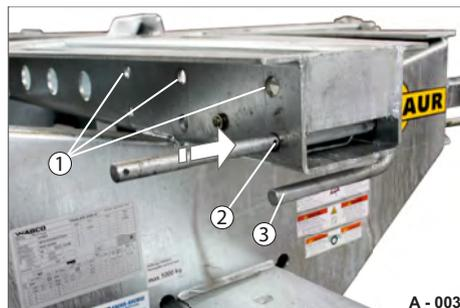

Abb. 3 Längsanschlag entsichert
- ▶ Ziehen Sie den Federstecker (Abb. 3/2) aus der Bohrung des Gestänges (Abb. 3/3) heraus.